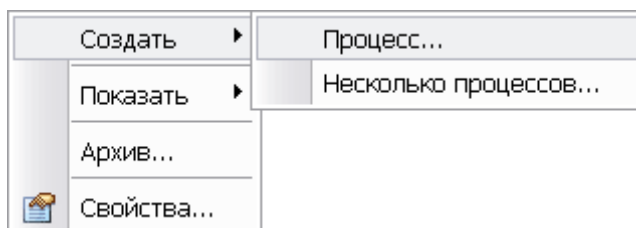

Рис. 28 Контекстное меню шаблона
1. Нажмите правой кнопкой мыши на название соответствующего шаблона и выберите из контекстного меню команды **Создать → Процесс...**(Рис. 28).